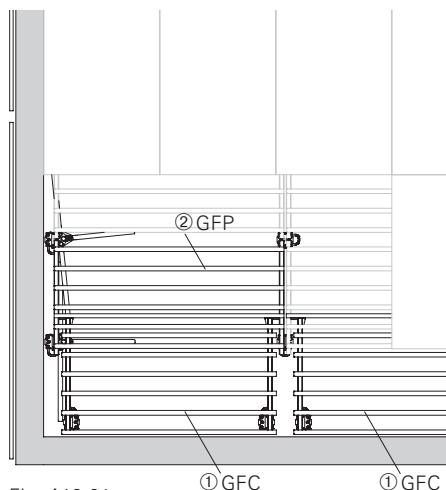

Fig. A10.01
4. Girare verso il basso l'elemento di compensazione GFC e sganciarlo. (Fig. A10.01)